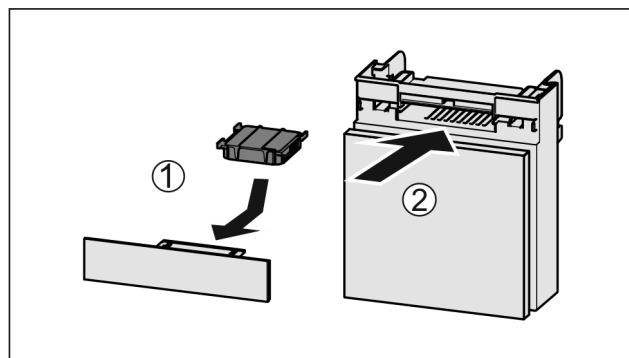

Fig. 163
- Inserire il vano Fig. 163 (2).